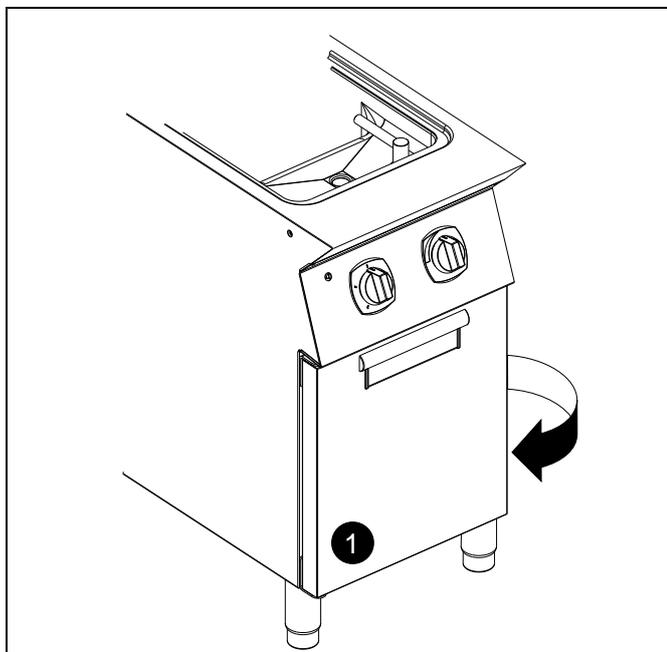

FIG. 1
- Rimuovere la vite "N" dalla presa di pressione (vedere FIG. 1);
1. Aprire la porta del modulo (dettaglio 1) per accedere alla morsetteria (vedere dettaglio 1 — FIG. 1).